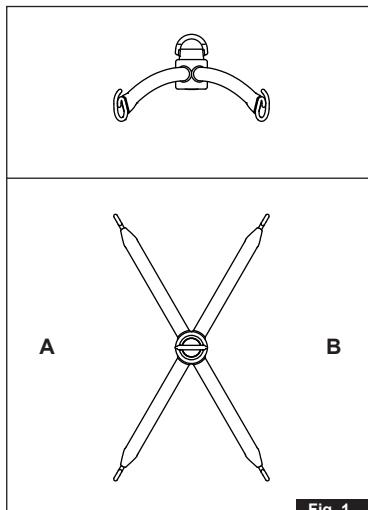

Fig. 1
Coloque las correas de piernas el arnés en los ganchos del brazo (A). Coloque las correas de elevación de la parte trasera del arnés en los ganchos de elevación (B) (fig. 1).
Place the lifting sling's leg straps on the lifting arm hooks (A). Place the lifting straps from the back of the sling on the lifting arm hooks (B) (fig. 1).
Helyezze az emelőheveder lábszíjait az emelőkar horgaira (A). Helyezze az emelőszíjat a heveder hátsó részéről az emelőkar horgaira (B) (fig. 1).
Plaats de beenlussen van de draagband om de haken van het juk (A). Plaats de tillussen van de achterkant van de draagband aan de haken van het juk (B) (afb. 1).